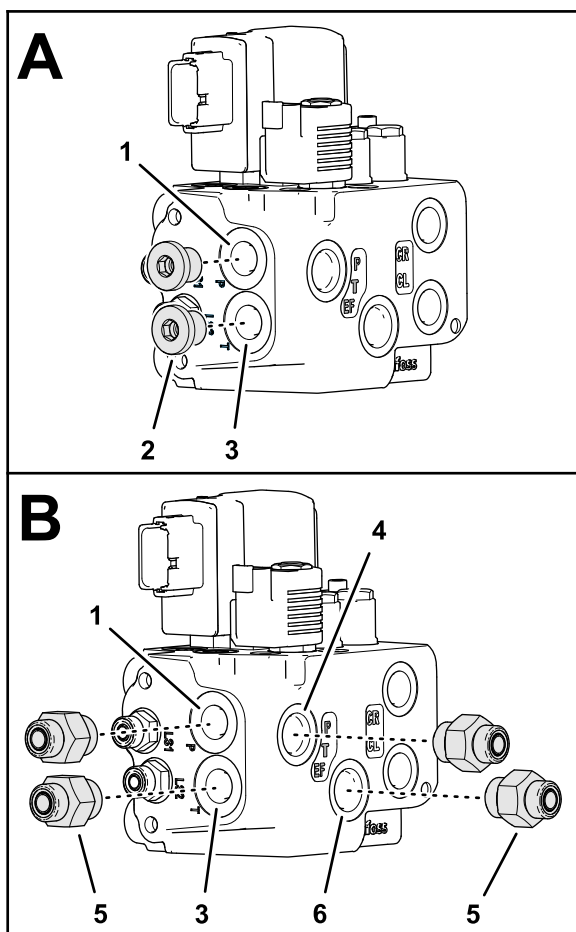
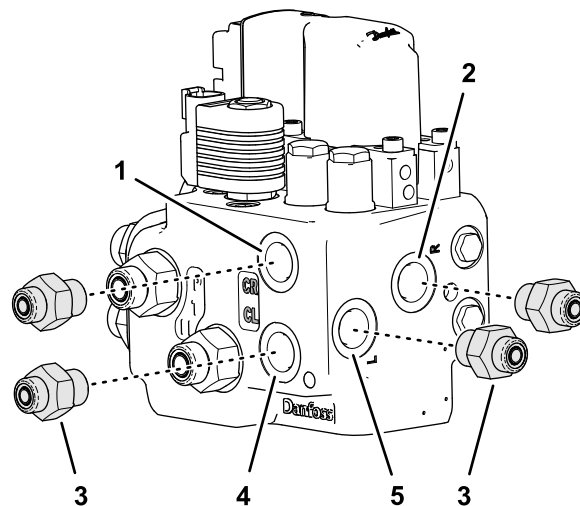

図 79
図 80
2. EHIステアリングバルブのポート Pとポート Tから2つのプラグを取り外します (図 79)。
3. 次のように、4つのストレート油圧継手 (-6 x 22 mm) をバルブ (図 79) に組み付けます。
- ポート P (EF)
- ポート T (EF)
4. 次のように、4つのストレート油圧継手 (-6 x 18 mm) をEHIステアリングバルブ (図 80) に組み付けます。